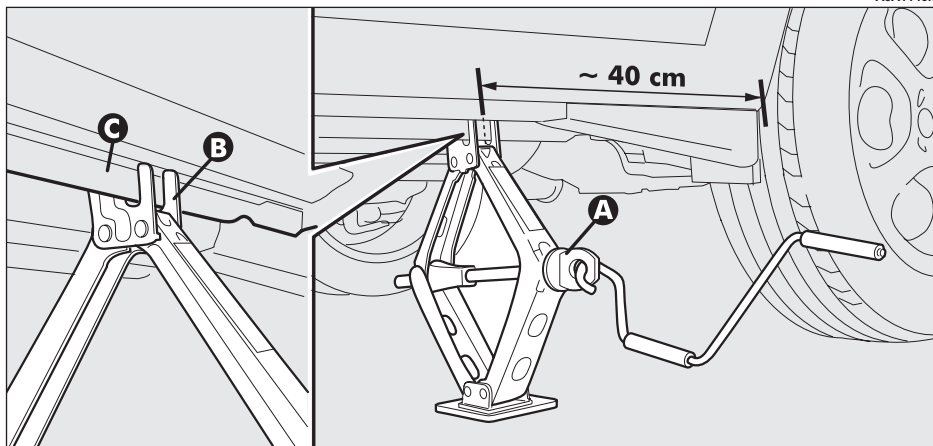

fig. 6
- Azionare il dispositivo (A-fig. 6), in modo da distendere il cric, sin quando la scanalatura (B) sulla parte superiore del cric, si inserisce correttamente sul profilo inferiore della scocca (C) a circa 40 cm dal profilo del passaruota.